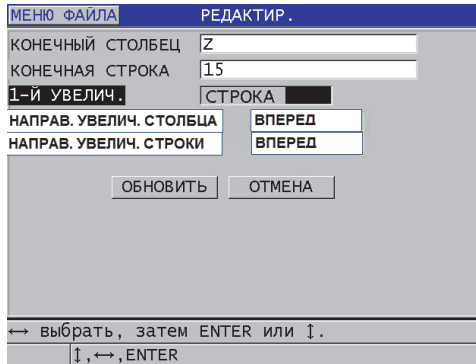

Рис. 6-30 Экран редактирования сеточного файла
3. Для файла с координатной сеткой выберите **ПРОДОЛЖИТЬ**. На второй странице диалогового окна **РЕДАКТИР.** выполните следующие действия (см. Рис. 6-30 на стр. 127):